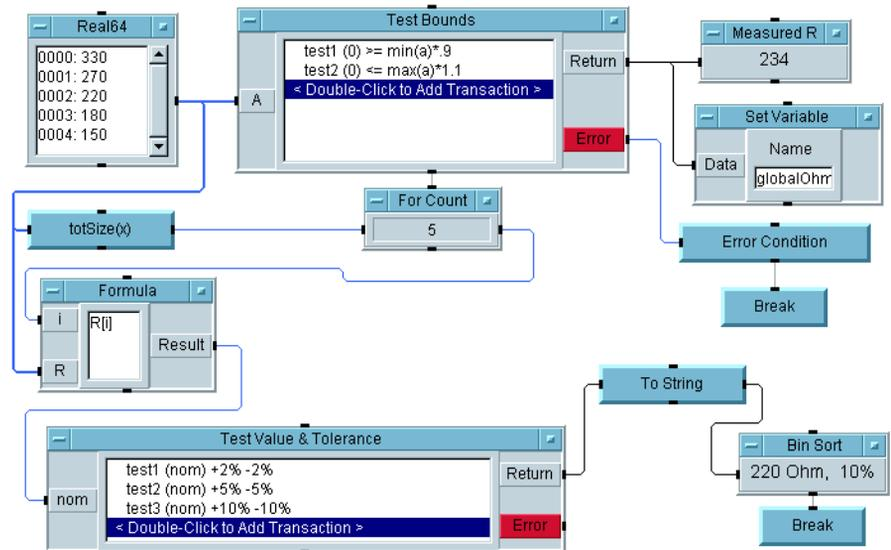
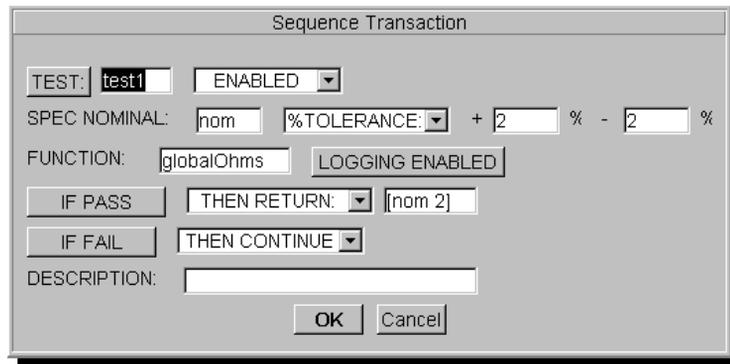

図14-14. ビン・ソートの例を改良したもの
図14-17. globalOhms トランザクション
この方法は簡単ですが、効率的とはいえません。各ケースで3つの許容範囲を使用して複数の抵抗値をテストするには、膨大な数のシーケンス・トランザクションが必要になります。図14-14に、ビン・ソートの例を改良したものを示します。
UserFunction simResistは1回しか呼び出されていないので、別のUserFunctionへの呼出しに置き換えることができます。この例(図14-14のmanual46.vee)にはmeasResistというもう1つのUserFunctionがあります。これはパネル・ドライバを使ってHP 3478A デジタル電圧計を呼び出し、抵抗測定を実行します。HP 3478A 電圧計をお持ちなら、GPIB で接続し、test1のFORMULAフィールドを式measResist()に変更して、プログラムを実行してみてください。
- シミュレートされた測定値と実測値のどちらを扱う場合でも、Test Boundsの戻り値が表示され、グローバル関数(globalOhms)に設定されます。例えば、Test Value & Toleranceという名前のシーケンサの3つのトランザクション(図14-14)は、それぞれ式globalOhmsによってこのグローバル変数を呼び出します。最初のトランザクションを展開したところを図14-17に示します。